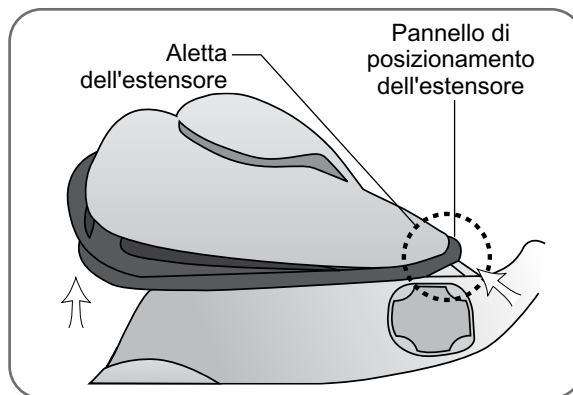

Figura 5-8 - Riappiccaggio del pannello di posizionamento dell'estensore
1. Con l'aletta dell'ortosi aperta, allineare il pannello di posizionamento dell'estensore con l'aletta dell'estensore (Figura 5-8).